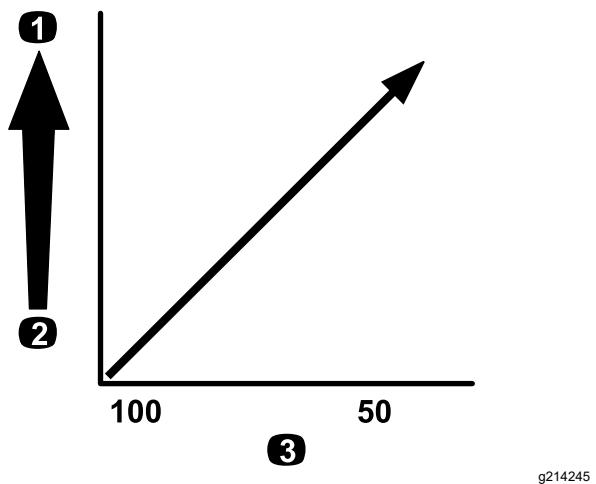

Figure 28
**Important:** Si vous pulvérisez des produits chimiques de viscosité plus élevée (plus épais) ou des solutions avec poudres mouillables, vous devrez peut-être utiliser un maillage plus grossier pour le filtre d'embout en option; voir la Figure 28.